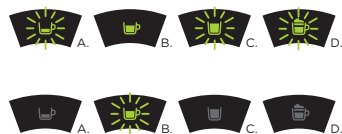

Fig. 17: Programação do botão de extração café longo.
- Em seguida, aperte o botão de extração de café expresso longo até os indicadores luminosos dos botões de extração de café expresso, chá/infusão e bebida com leite piscarem. Aperte novamente o botão de extração de bebida longa, que começa a piscar (cor verde) e dá início à extração (ver **Fig. 17**).